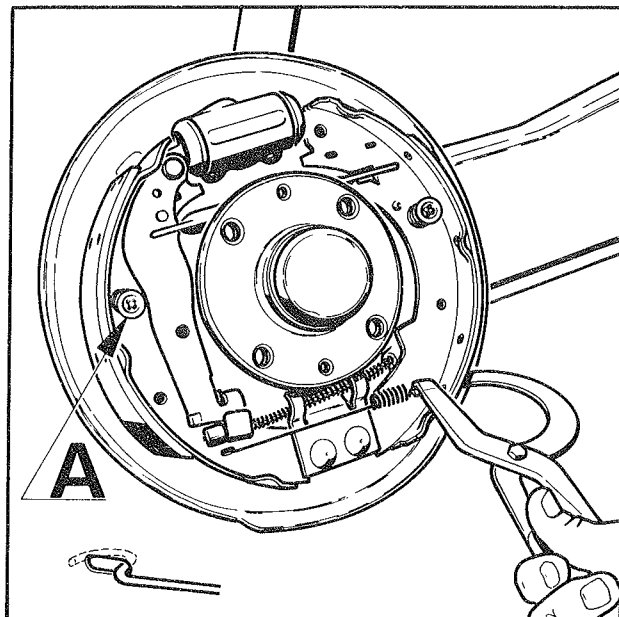

Fig. 3
- Déposer les 2 ressorts et les 2 goupilles de maintien des segments sur plateau en tournant la cuvette (A fig. 3) d'un 1/4 de tour.